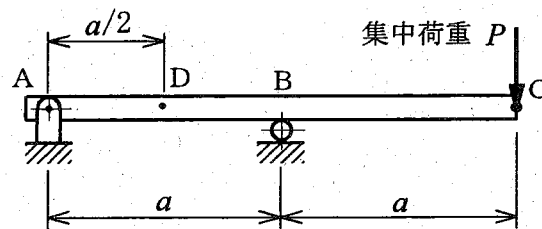
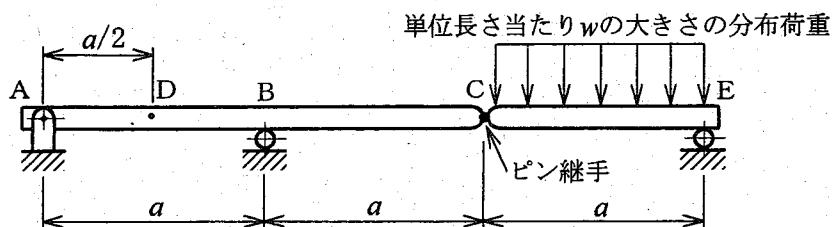

図4
図5
II 次の文章を読み、(1)、(2)の問いについて答えよ。以下のはり(図4、図5)において、はりは弾性体であり、その変形は、はりの長さに対して非常に小さいとする。また、はりの断面形状は、長さ方向に沿って一様であり、はりの自重は無視できるとする。
(1) 支点A、Bで支持されたはりABCを考える(図4参照)。C点に鉛直下向きで大きさ P の集中荷重が作用する。AB、BCの長さは等しく a とする。
(2) 図4のはりに、長さ a のはりを連結した複合はりを考える(図5参照)。はりABCとはりCEは、C点においてピン継手で連結されている。ピン継手はモーメントを伝達することができない。はりCEには、単位長さ当たり w の大きさの分布荷重が鉛直下向きに作用している。